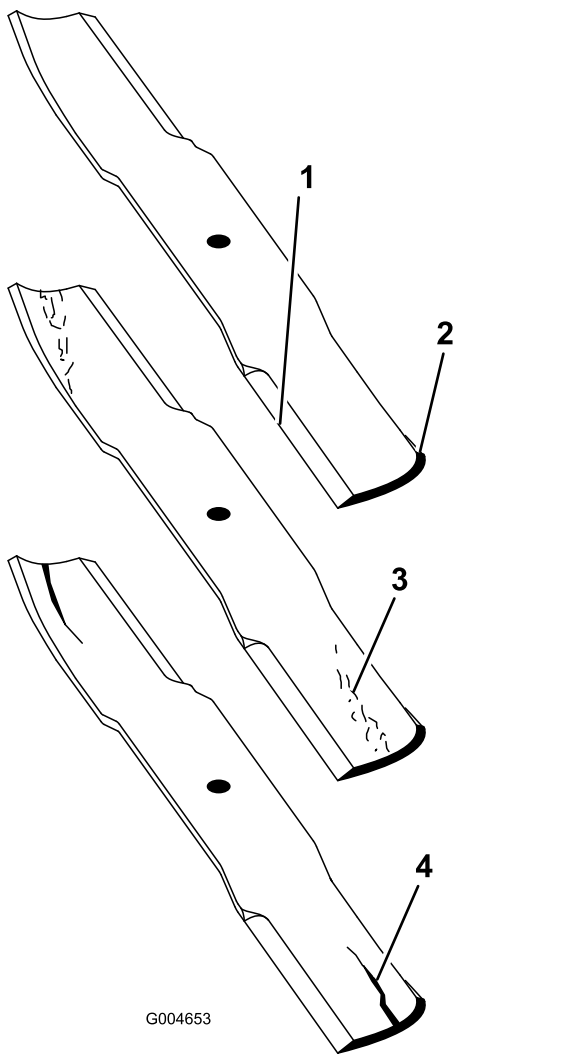

図 24
3. ブレードの切っ先を注意深く観察、特に、直線部と曲線部が交わる部分をよく観察する図 24。
注 この、直線部と曲線部の交差域は、砂などによる磨耗が進みやすい部分なので、機械を使用する前によく点検することが必要である。磨耗が進んでいる場合図 24 にはブレードを交換する。